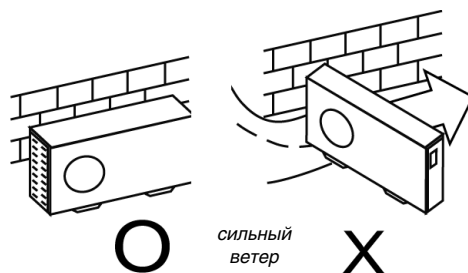

Рис. 10
- Если в том месте, где устанавливается внешний блок кондиционера, бывает сильный ветер (например, на морском побережье), разместите блок вдоль стены или оградите его защитными пластинами (рис. 10). В противном случае вентилятор кондиционера не сможет нормально работать при сильном ветре.